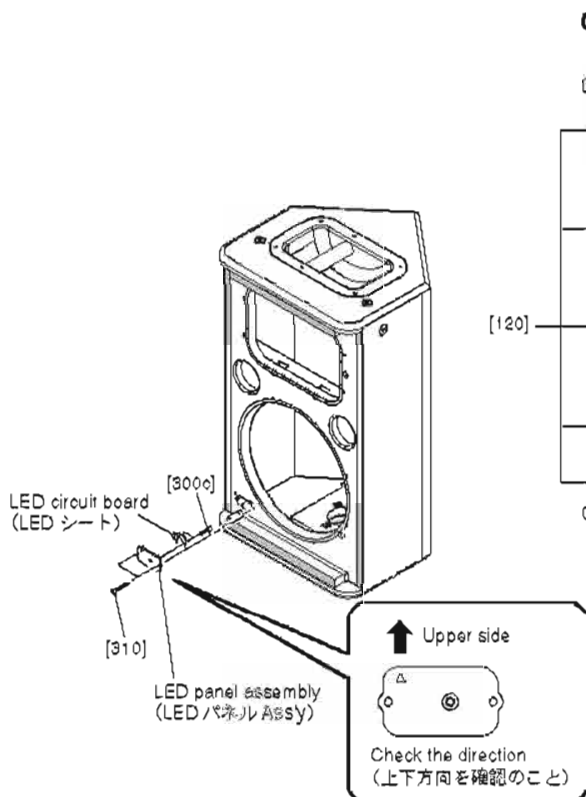

Fig. 7 (図 7)
- 4-2. Remove the two (2) screws marked [310]. The LED panel assembly can then be removed. (Fig. 7)
- 4-3. Remove the two (2) screws marked [300c]. The LED circuit board and the LED panel sub assembly can then be separated. (Fig. 7)
- 4-2. [310] のネジ 2 本を外して、LED パネル Assy を外します。(図 7)
- 4-3. [300c] のネジ 2 本を外して、LED シートと LED サブパネル Assy を別けます。(図 7)